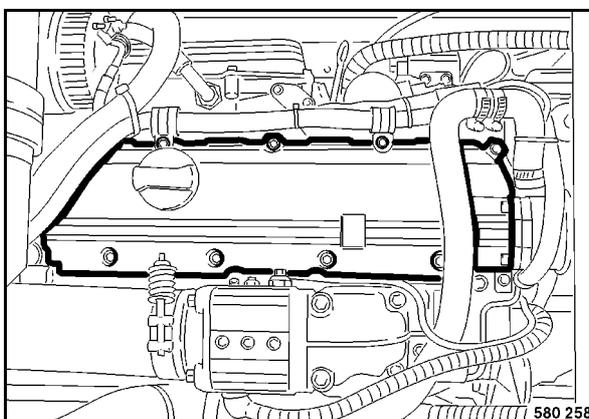

fig. 127
- Déposer le couvercle de la tête de cylindre (fig. 127).